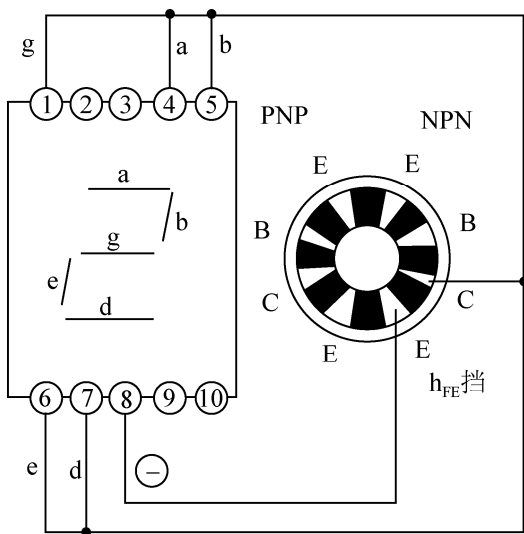

图 4-7 用数字万用表的 h_{FE} 挡检测共阴型数码管的连接图
利用数字万用表的 h_{FE} 挡,能检查 LED 数码管的发光情况。若使用 NPN 插孔,这时 C 孔带正电, E 孔带负电。例如,在检查 LTS547R 型共阴极 LED 数码管时,从 E 孔插入一根单股细导线,导线引出端接(-)极(第③脚与第⑧脚在内部连通,可任选一个作为(-));再从 C 孔引出一根导线依次接触各笔段电极,可分别显示所对应的笔段。若按图 4-7 所示电路,将第④、⑤、①、⑥、⑦脚短路后再与 C 孔引出线接通,则能显示数字“2”。把 a~g 段全部接 C 孔引线,就显示全亮笔段,显示数字“8”。